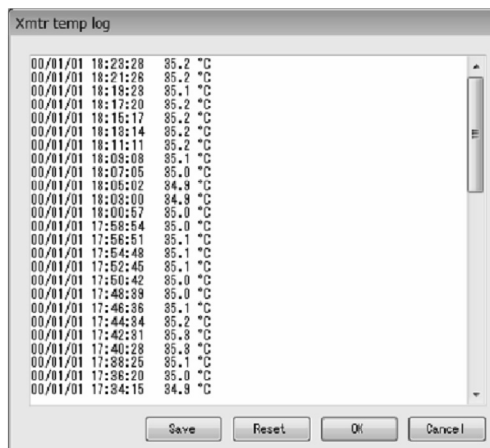

図157
- ⑤ 「Error log」のウィンドウを閉じる場合は「Cancel」をクリックして下さい。
- ① メニューの「Maintenance(M)」をクリックし、「Maintenance xmtr」のドロップダウンリストの中から「Xmtr temp log」を選び再度クリックします。
- ② 次のウィンドウ(図157)が表示されます。
- ⑤ また、最新のログを表示したい場合は図157の画面で「OK」ボタンをクリックするとメッセージボックス(図160)が表示されます。